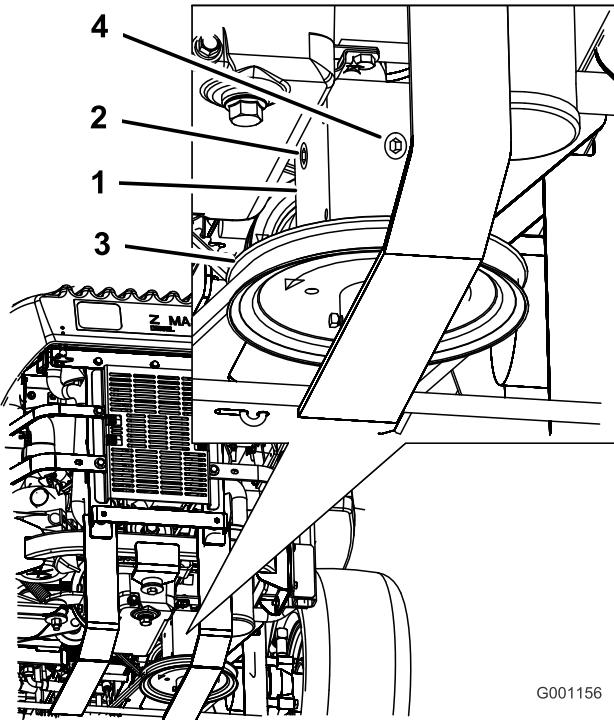

Figura 51
4. Togliete il tappo laterale o posteriore degli ingranaggi (Figura 51).